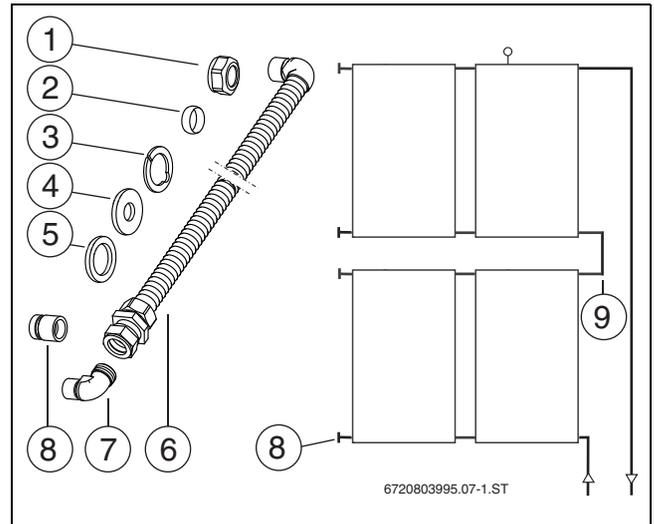

Fig. 65
- ▶ Deslizar los tapones de cierre con anillos tóricos sobre los conectores libres del colector y asegurar con abrazaderas (→ fig. 65, [8]).